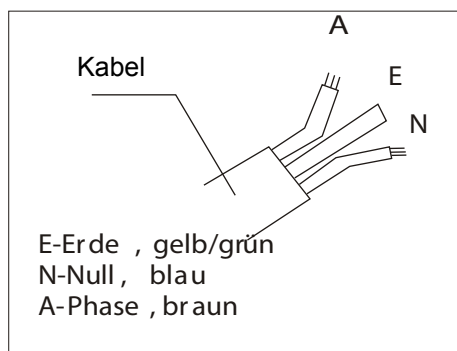

Fig.1
2. Festanschluss des Klimagerätes nur über eine Fachfirma (Kabelfarben siehe Fig. 1)